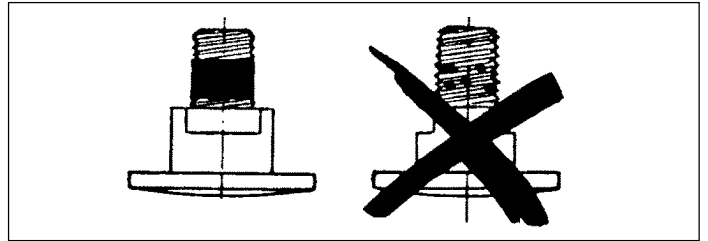

Fig. 22
- la **capa autofrenante** del tornillo de fijación falta o está excesivamente gastada (aconsejamos cambiar los tornillos después de no más de 5 operaciones de enroscado), (fig.22).